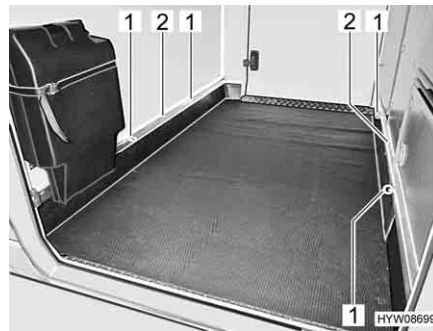

Fig. 1 Occhielli di ancoraggio (garage di coda)
- Ruotare l'occhiello di ancoraggio (Fig. 1,1) in senso antiorario di un mezzo giro. È possibile spostare l'occhiello di ancoraggio (Fig. 2).
- Spingere l'occhiello nella guida di ancoraggio (Fig. 1,2) nella posizione desiderata.